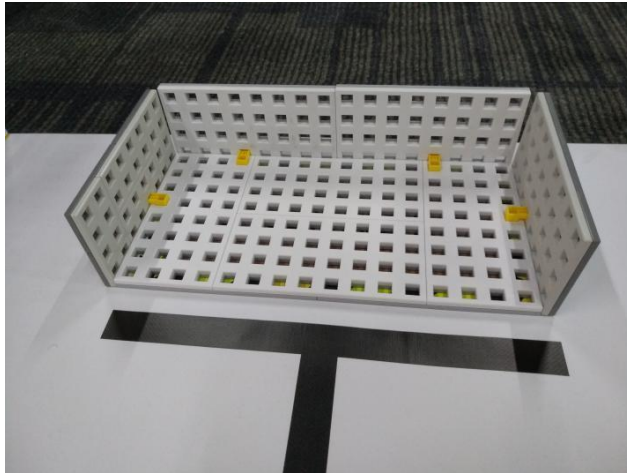

图 5 废料区
E.顶盖/底座废料区：32cm×16cm 的长方形区域，区域内放置由平板搭建的废料盒，机器人需将零件的不合格品搬运到该区域，如图 5 所示。